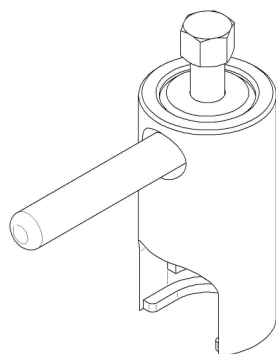

Рис. 8. Съемник для крыльчатки
- снять крыльчатку при помощи специального съемника (см. рис. 8);